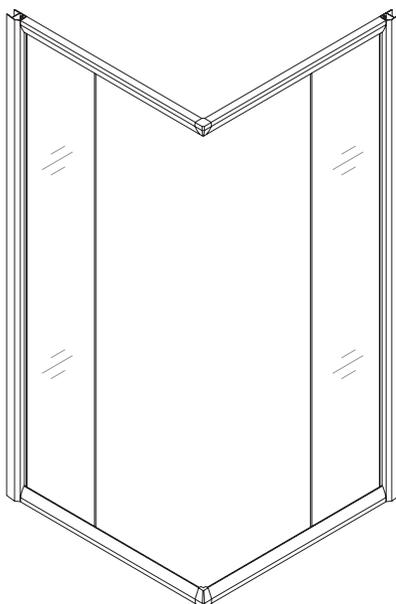

Рис. 12
10. Выполните вышеописанные действия и для второго стекла. См. рис. 12 для более подробной информации.